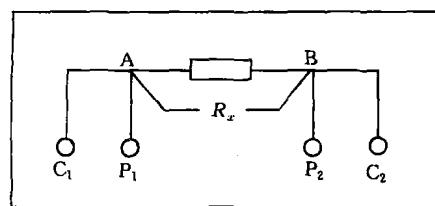

图 1-16 双臂电桥被测电阻接法
(1) 直流双臂电桥在开始测量时，应将控制检流计灵敏度的旋钮放在最低位置上。在平衡调节过程中，若灵敏度不够，可逐步提高。
(2) 直流双臂电桥的4个接线端钮中， $C_1$ 、 $C_2$ 为电流端钮； $P_1$ 、 $P_2$ 为电位端钮。AB之间为被测电阻，如图1-16所示。